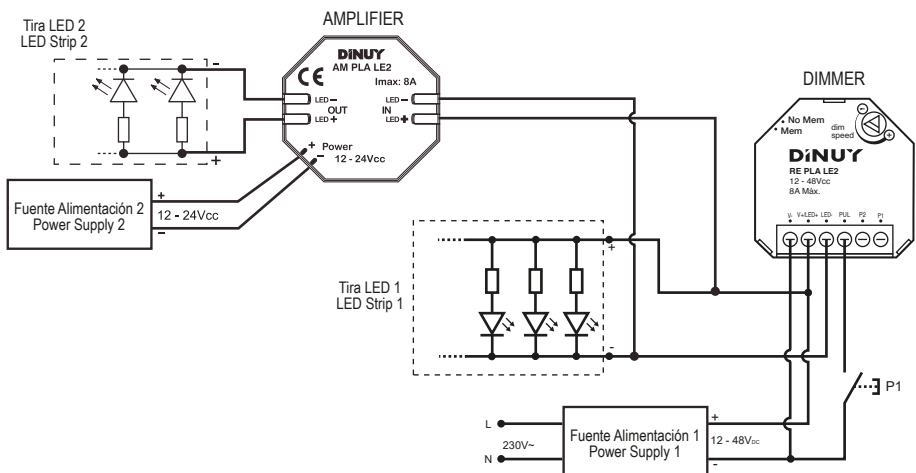

Fig. 2
- Fig. 2: Instalación centralizada. Amplificador instalado junto al Regulador de cabecera (p. ej.: RE PLA LE2).
- Fig. 2: Centralized installation. Amplifier installed close to the Dimmer (e. g.: RE PLA LE2).